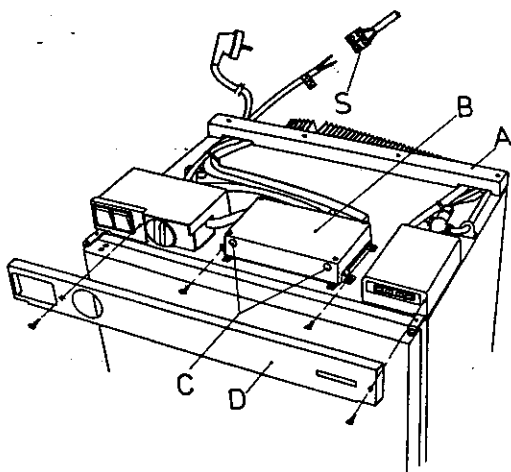

Fig. 10a
Om de cassette te kunnen demonteren moet het regelpaneel (D), fig. 10a, worden verwijderd, dat met twee schroeven is bevestigd. Demonteer de beide bevestigingsschroeven van de cassette en trek de meerpolige stekker naar buiten. Het kan soms noodzakelijk zijn een paar haken te gebruiken die men in de openingen (C) van de cassette steekt.
De 12 V-kabel naar de koelkast (fig. 10a) wordt via een geschroefde verbinding aangesloten op de voedingskabel in het voertuig (denk aan de juiste polariteit, anders werkt de AES niet!). **N.B.:** De positieve ader van de aansluitkabel heeft een rode kleur.